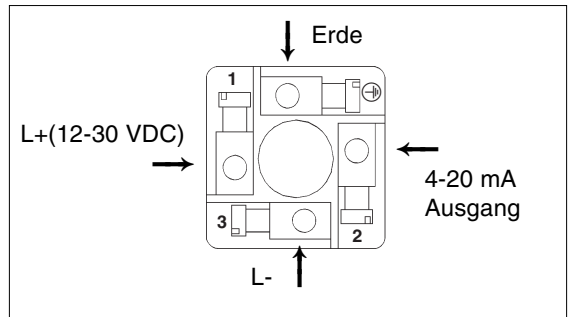

Abb. 3.4 Steckerbelegung
3. Den Transmitter lt. Anschlußplan in Abb. 3.4 anklemmen.